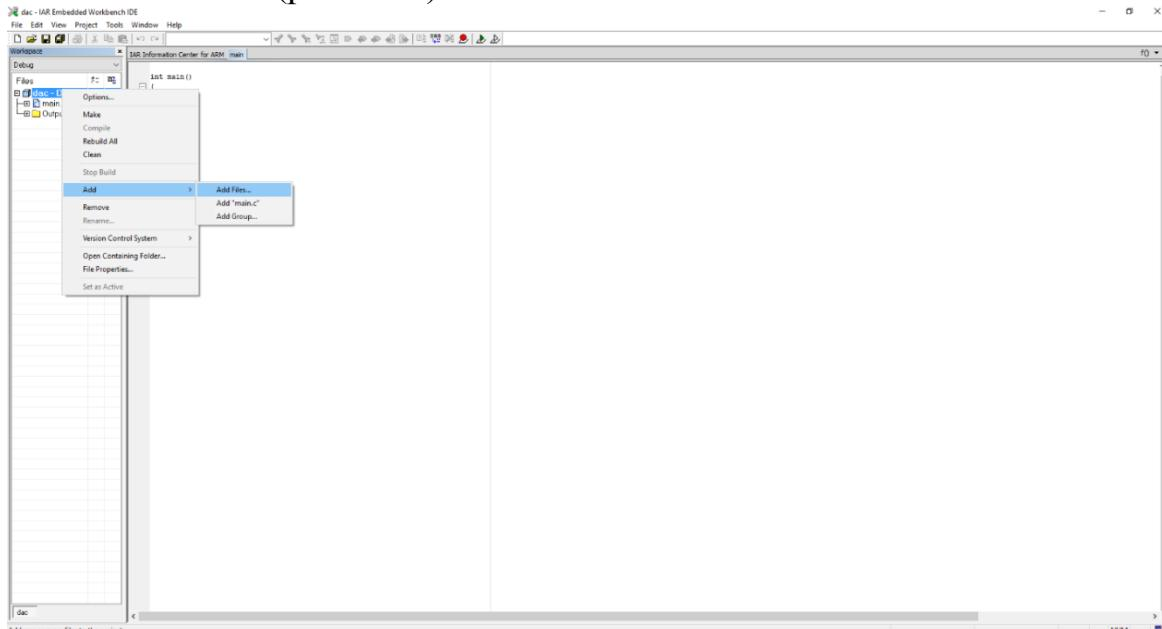

Рис. 1.26. Меню J-Link/J-Trace, вкладка Connection
13. После осуществления всех настроек в контекстном меню «*Options*» необходимо нажать правой кнопкой мыши на окно «*Workspace*» и добавить файлы стандартных библиотек: *Add—>Add Files* (рис. 1.26):